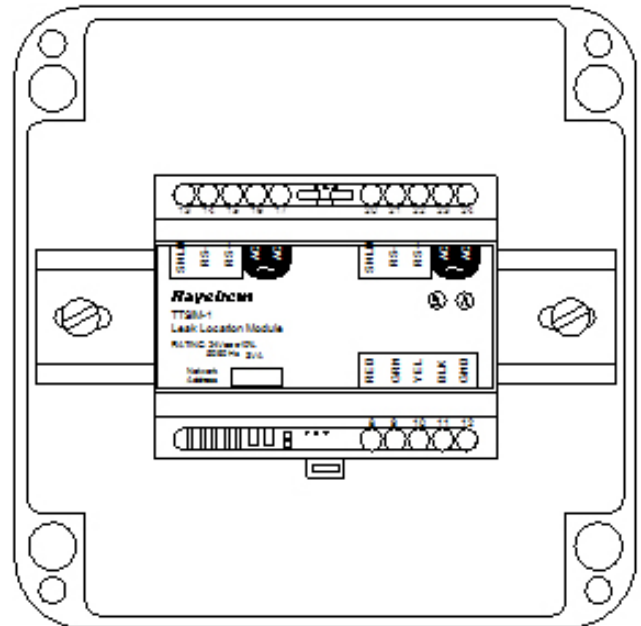

Figure 2. Montage en boîtier NEMA 4x
- En extérieur ou en atmosphère agressive, le boîtier JBS nécessite trois trous : un pour l'entrée d'alimentation et de télémétrie, un pour la sortie d'alimentation et de télémétrie et un pour le câble de liaison vers les accessoires de détection (voir figure 2).